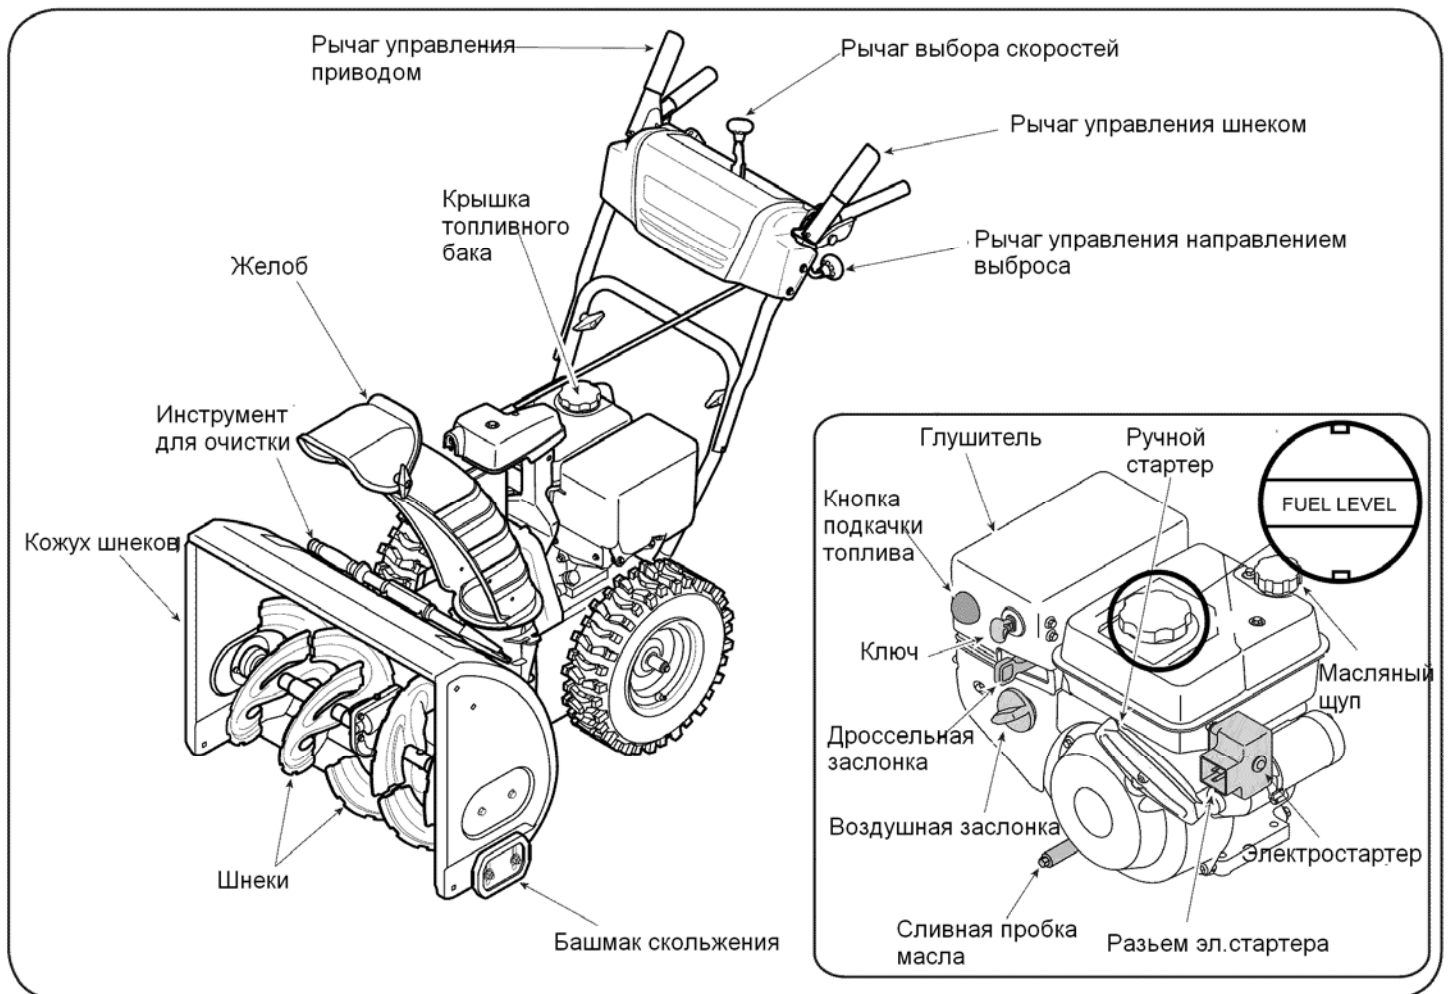

Рис. 12
Теперь, когда Вы подготовили снегоочиститель к эксплуатации, важно изучить систему его управления. (См. Рис. 12).
2. Индикатор уровня топлива расположен в топливном баке см. дополнительную вставку на Рис. 12. Наполняйте бак до тех пор, пока уровень топлива не дойдет до уровня индикатора, оставляя место для расширения топлива при нагреве.